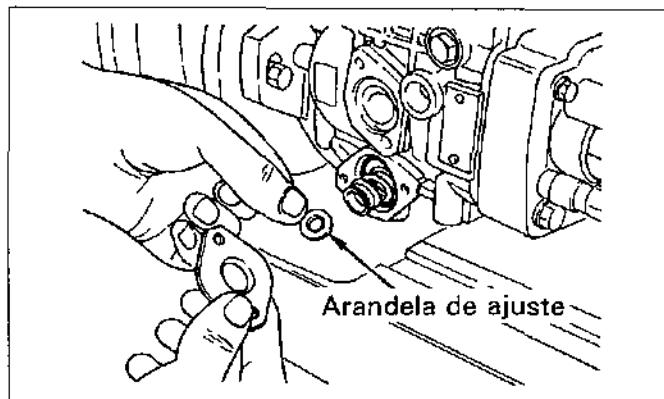

Figura.15-18 Ajuste del distribuidor
(4) El pistón del variador se mueve contra el anillo del pistón del variador a medida que aumenta la presión interna al aumentar la velocidad de la bomba. La tensión del resorte se regula mediante arandelas de ajuste colocadas a ambos lados del resorte. Reduciendo el espesor de las arandelas el pistón podrá desplazarse para poder actuar a una presión interna inferior, y por lo tanto a una velocidad más baja de la bomba. Al aumentar el espesor de la arandela de ajuste, se obtiene el efecto opuesto en el desplazamiento del pistón. (Vea la figura.15-18)
(5) Variadores ajustables externamente: